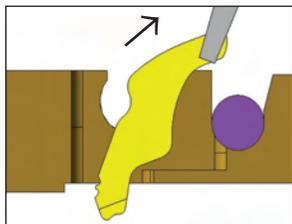

図 14: コンタクトの取り外し
- コンタクトはロードボード側の面が上向き状態のままにしておきます。ピンセットを使用してハウジングから、コンタクトを慎重に引き抜きます。図 14を参照下さい(除去の順序は重要ではありませんが、一つの角から始めてコンタクトの周りへと進む方が、比較的容易なようです)。